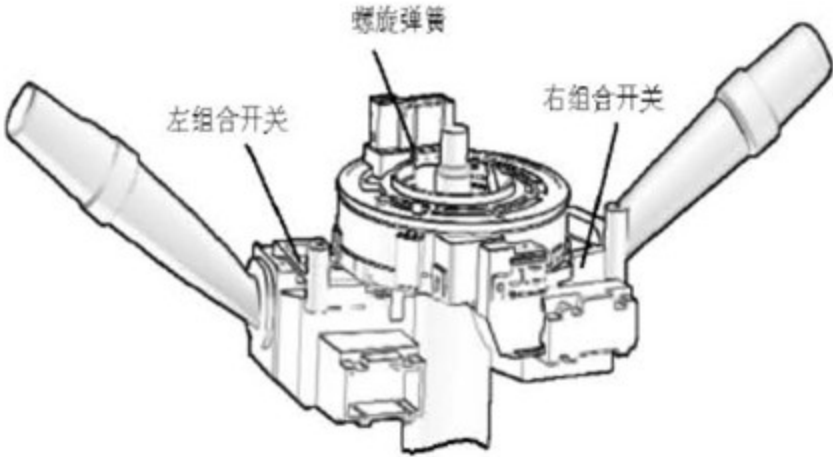

图 8
- 6、拆下左组合开关总成（前照灯变光开关总成）。如图8所示。